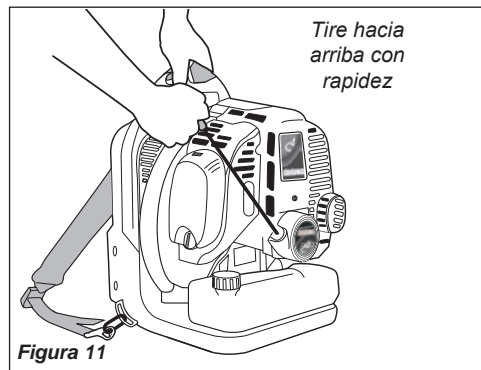

Figura 11
- Con la mano derecha, tire del mango del arrancador lentamente hasta que sienta que el arrancador está engranado. Consulte la Figura 11.
- Presione y mantenga presionado el botón de detención hasta que el motor se detenga. Deslice el interruptor de arranque hacia atrás hasta la posición "O" (APAGADO). Consulte la Figura 11.